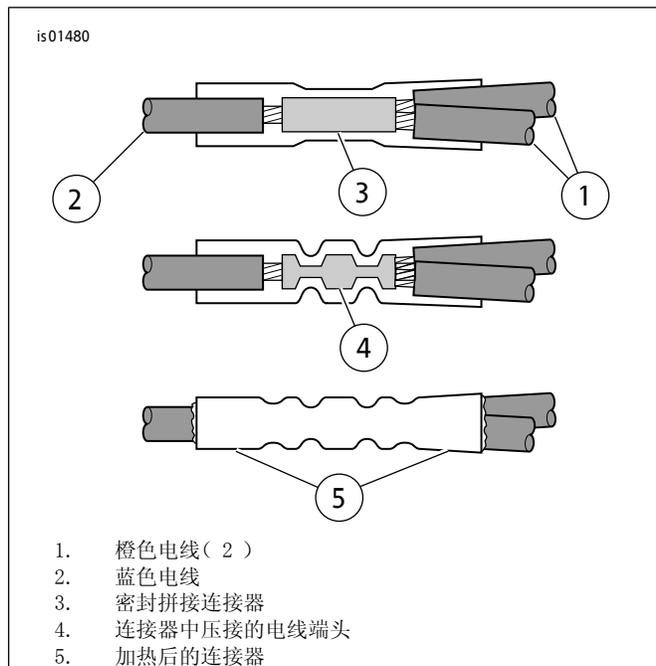

图2。安装密封拼接连接器
- e. 参见图2。将刹车灯继电器蓝色电线( 2 )和两条橙色电线的端头( 1 )插入套件中的密封拼接连接器( 3 )。
- g. 参见图2。使用UltraTorch UT-100( H-D 39969 )、Robinair Heat Gun( Robinair热风枪 )( H-D 25070 )与热缩附件( H-D41183 )或其他适合的辐射加热装置, 加热压接拼接点以封装拼接连接器。加热时从压接处中间向两端加热, 直至可融化密封剂从连接器两端( 5 )渗出。等待连接器冷却。